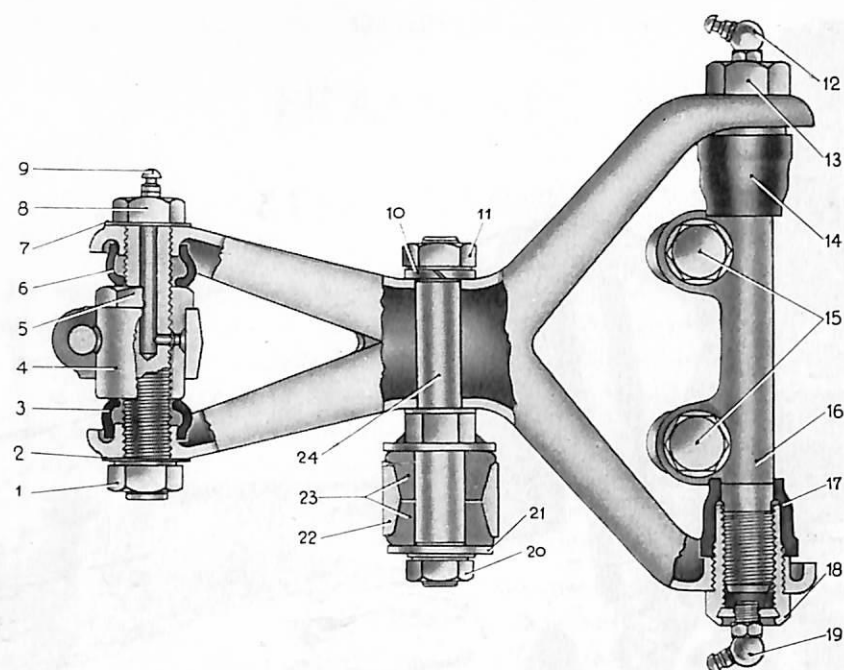

Bild 8. Övre länkar.
4. Koppla bort stötdämparens fäste vid övre länkarmens bult (24 bild 8).
5. Skruva bort muttern (1), varefter bulten (8) skruvas ur.
6. Skruva bort skruvarna (15) som håller axeln (16) vid framaxelbalken, varefter länkarmen lyftes ur.